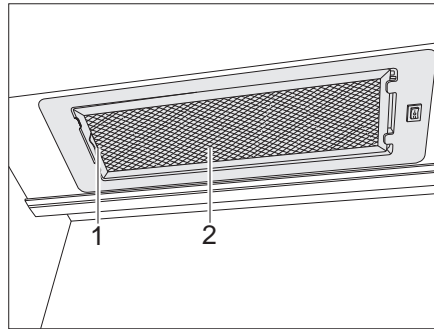

Bild 166 Spisfläkt
- Tryck spaken (Bild 166,1) inåt.
- Avlägsna filtret (Bild 166,2) nedåt.